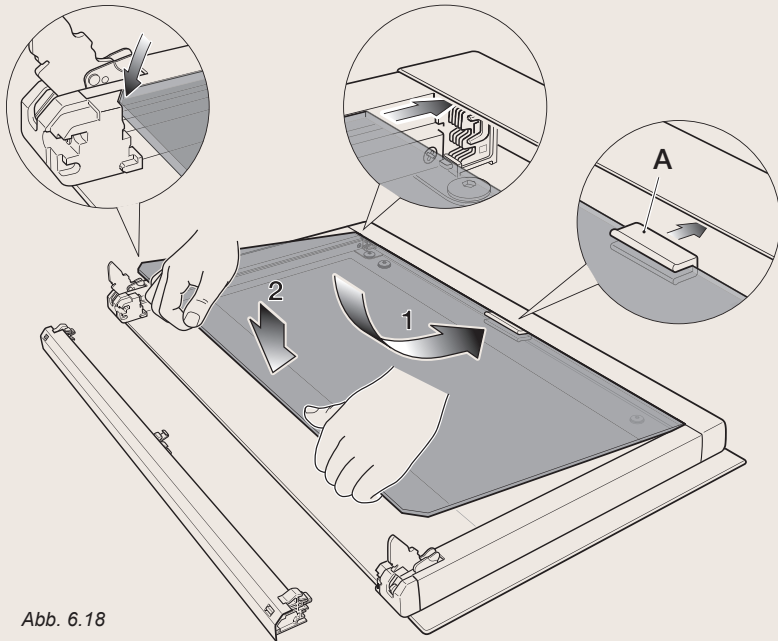

Abb. 6.18
- * Prüfen Sie, ob die Dichtung "A" vorhanden ist (Abb. 6.18). Ist dies nicht der Fall muss die Dichtung an
1. Schieben Sie die innere Glasscheibe in die oberste Nut und drücken Sie vorsichtig darauf (Pfeil 1 in Abb. 6.18).
2. Senken Sie sie vorsichtig in ihre Position (Pfeil 2 in Abb. 6.18).